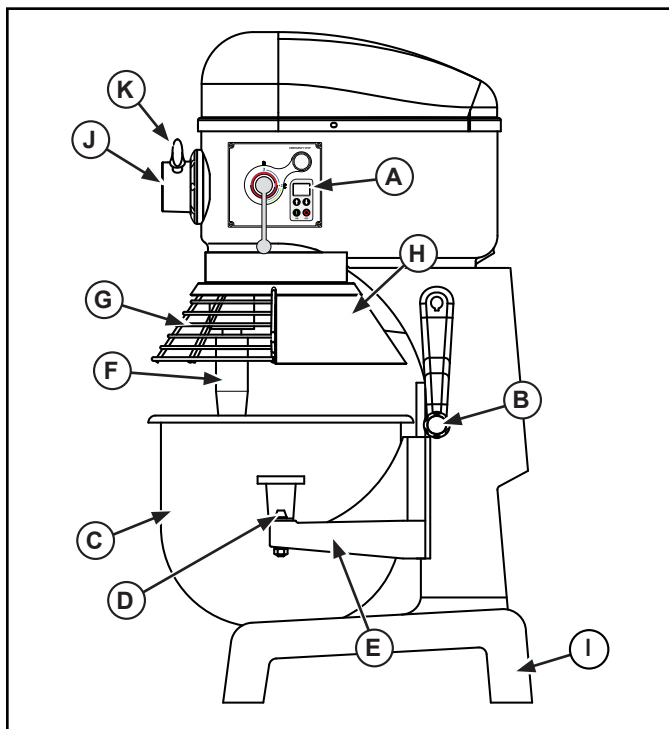

Figura 3. Miscelatore da 44 l, funzioni e comandi.
1. Chiudere la protezione ciotola (G). Vedere la figura 3 o 4. Questa protezione deve essere chiusa per azionare il miscelatore. Il miscelatore non si avvierà se la protezione è aperta o non è chiusa correttamente.